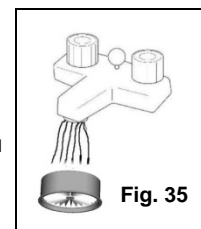

Fig. 35
6. Vous pouvez laver le filtre HEPA en le tenant sous le robinet et en laissant l'eau couler sur le côté sale. (Fig. 35) Laissez **toujours** le filtre HEPA sécher à l'air libre pendant 24 heures avant de le replacer à l'intérieur de l'aspirateur.